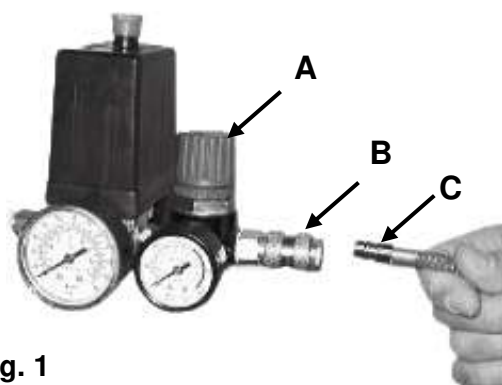

Fig. 1
2. Conecte la boquilla de aire comprimido **C** de la manguera al acoplamiento del conector de aire comprimido **B** (Fig.1).